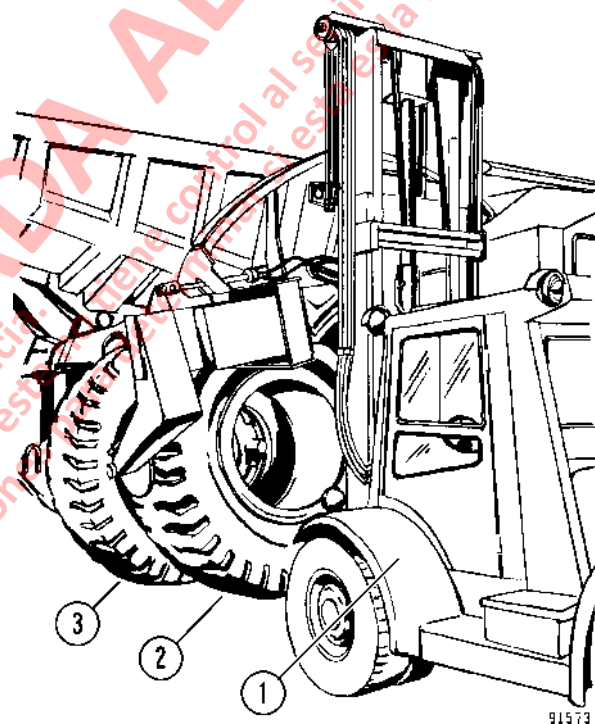
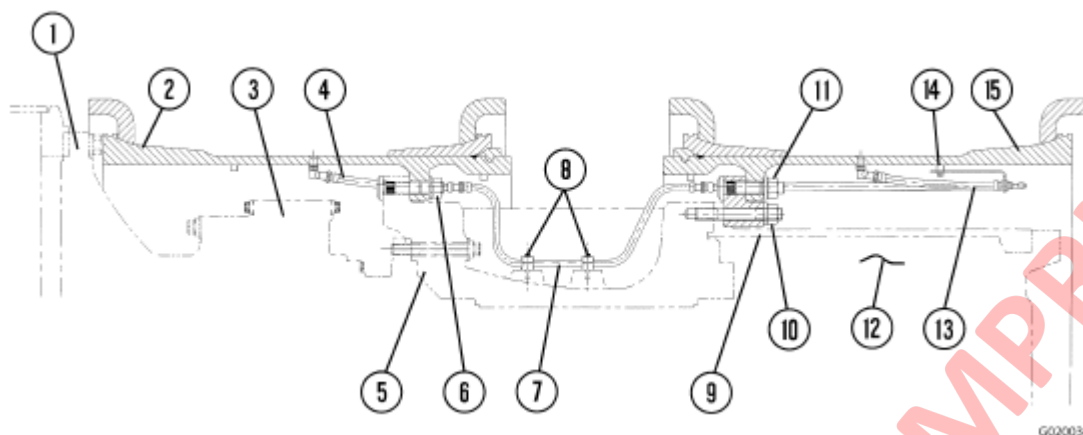

FIGURA 2-5. DESMONTAJE DEL NEUMATICO TRASERO
FIGURA 2-6. CONJUNTO DE LA RUEDA TRASERA
3. Si se debe desmontar el neumático interior trasero, retire la manguera de inflado del neumático interior en la abrazadera de la rueda exterior y desconecte de la extensión interior (7, Figura 2-6).
4. Tome el neumático y rueda exterior con los brazos del manipulador de neumáticos como se muestra en la Figura 2-5. Retire las tuercas con pestaña (10, Figura 2-6) del anillo adaptador (9) que asegura la llanta exterior al cubo del motor de la rueda.
6. Si es necesario desmontar la rueda interior, desconecte la extensión de inflado del neumático interior (7) y desmonte.
7. Posicione un manipulador de neumáticos para tomar la rueda interior. Retire las tuercas con pestaña (6).
2. Tome el conjunto de la rueda interior con un manipulador de neumáticos y monte sobre el cubo de rueda (5, Figura 2-6). Alinee con mucho cuidado la línea de extensión de inflado del neumático (4) para empalmar con la extensión interior (7).
4. Si el anillo adaptador (9) requiere instalación, instale el adaptador sobre el cubo de rueda/motor de rueda. Lubrique los pasadores y las pestañas de las tuercas con grasa a base de litio.
5. Usando los procedimientos del Paso 3, instale las tuercas con pestaña (10) en la secuencia descrita y apriete al mismo valor de torque que la rueda interior.